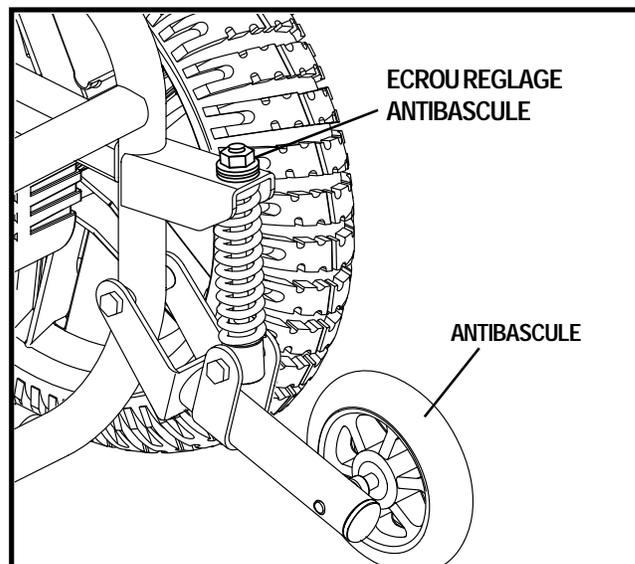

Figure 19. Module de roulette antibasculé
6. Ajustez l'écrou de réglage pour que la roulette soit entre 1.27-2.54 cm (0.50-1 po) au dessus du sol. Voir la figure 19. Tournez l'écrou pour faire monter ou faire descendre la roulette de l'antibasculé.